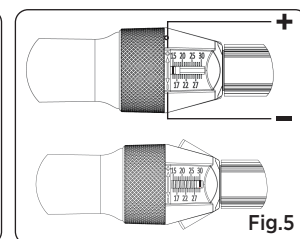

Fig.5
- Justera vinkeljusteringskragen tills den röda indikatorns linje pekar på önskad vinkel. Vinkelmätaren kan justeras inom ett område av 15° till 30° (Se Fig. 5).